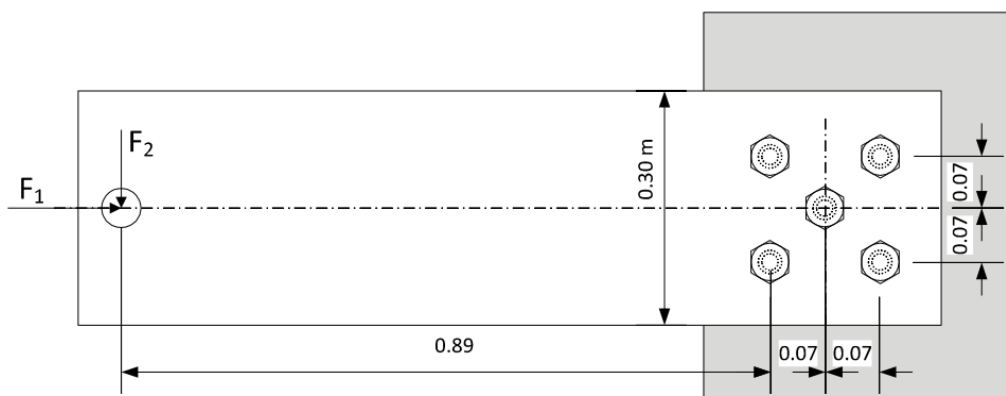

Figura 1.6
**1.3.3** A Figura 1.6 mostra uma placa aparafusada numa das extremidade por 5 parafusos iguais. Na outra extremidade estão a atuar uma carga  $F_1 = 500kN$  e uma carga  $F_2 = 500kN$ , todas as medidas então em metros, determine.